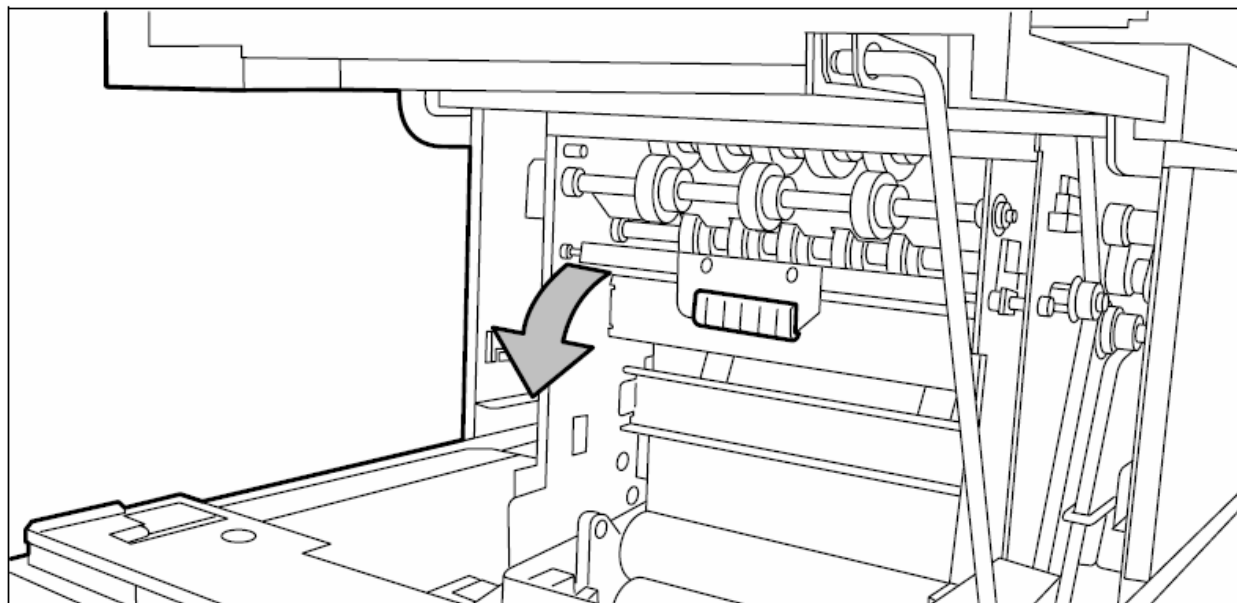

Рисунок 140: Показано, как открывать вертикальное транспортное устройство
9. Откройте узел вертикальной транспортировки носителя с использованием ручки зеленого цвета (смотрите рисунок 140).